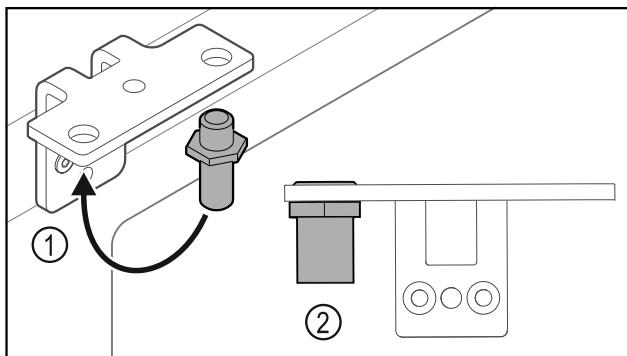

Fig. 35
- Flytta bulten Fig. 35 (1) i gångjärnsfästet.
- Dra åt bulten Fig. 35 (2) med ett **vridmoment på 12 Nm**.